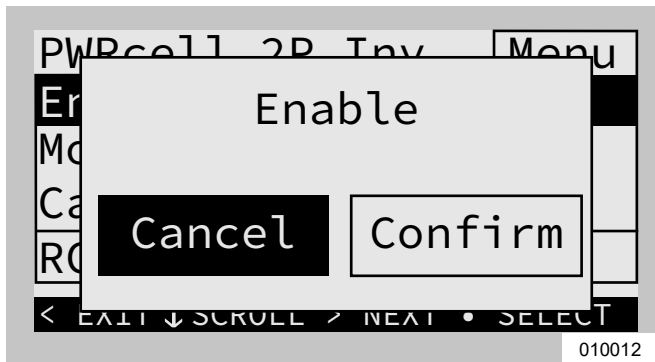

Figura 6-9. Activación del inversor (3 de 4)
- Consulte la Figura 6-9. Presione la flecha hacia la derecha y el botón central para Confirmar.